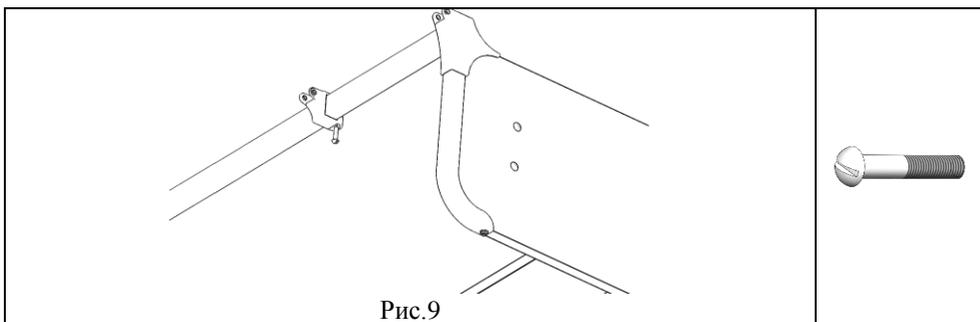

Рис.9
5.1.8. К сборке по п. 5.1.7. предварительно вкрутить винт М5х20 (поз.2, пакет № 149) в гайку самоконтр. М5, находящейся в основании шарнира, см. рис. 9.